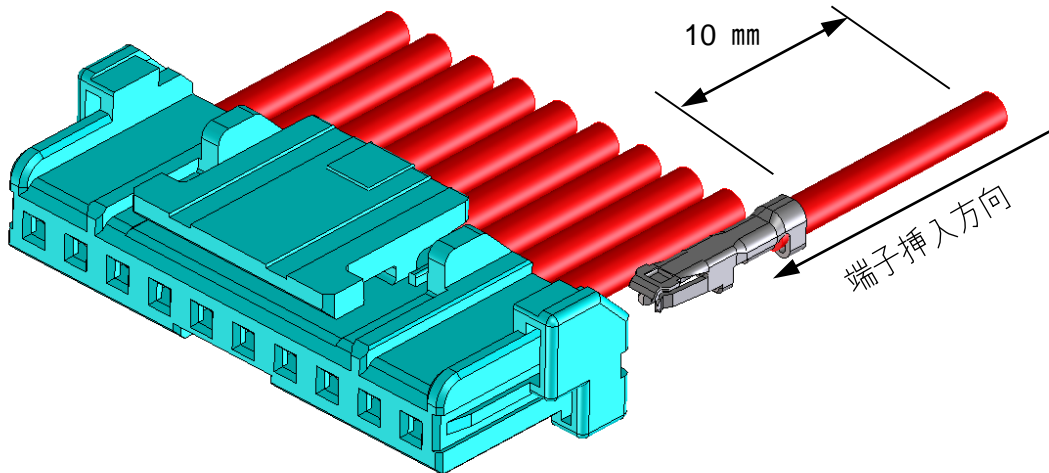

Fig. 6-1
- ③ 端子ランス部が、リセプタクル ハウジングの中央に向かうように持ち、端子が突き当たる位置まで(1.6~2.4N 程度の力で)ゆっくりと真っ直ぐ装着して下さい。(Fig.6-1)